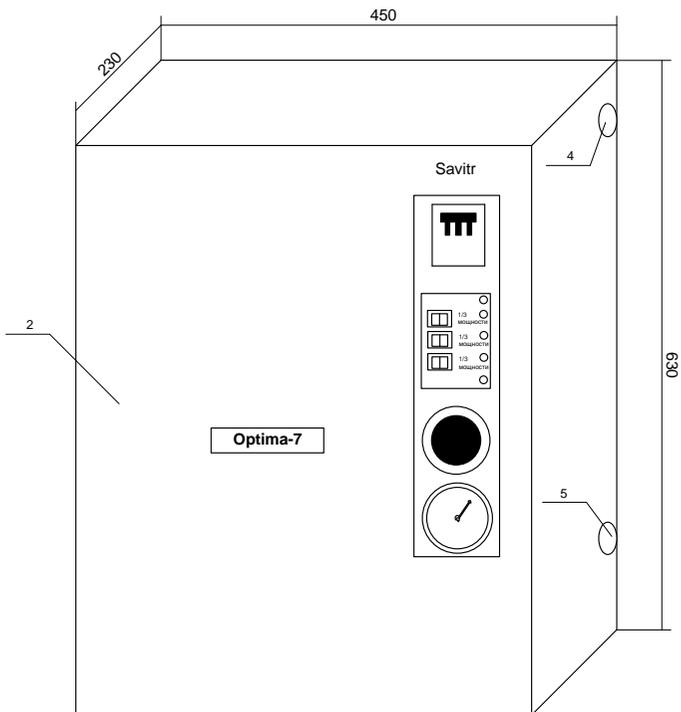

Рисунок 2. Общий вид водонагревателя «Star Optima»
6.1. Для подготовки водонагревателя электрического серии «Optima»/«Standart» к работе, необходимо подсоединить его к отопительной системе, закрепив его на стене таким образом, чтобы в случае срабатывания клапана безопасности (поз.17 рис.2) теплоноситель мог свободно стекать вниз.
6.4. Подключение к сети 380В. Для электрического питания котла необходимо подключить три фазы к силовой колодке (поз.10 рис.2), соответственно к клеммам А, В, С и нейтраль к клемме N. Для подключения водонагревателя к электросети необходимо использовать кабель определенного сечения (см. таблица 1). Рекомендуется силовые кабели и кабели управления прокладывать отдельно, для этого в корпусе предусмотрены отдельные кабельные вводы (поз 4 и 5 рис. 2).
6.7. Заземлите водонагреватель. Контакт заземления (поз.11 рис.2), соедините медным гибким проводом, сечением не менее 2,5 мм² с заземляющей магистралью. Последовательное включение в заземляющую магистраль запрещается!
- выберите необходимую мощность водонагревателя. Для этого включите любые одну, две или три клавиши мощности на блоке управления 22 (рис.2);
- установите необходимую температуру теплоносителя регулятором температуры 8 (рис.2) и температуру воздуха в помещении на комнатном термостате (в случае его использования);